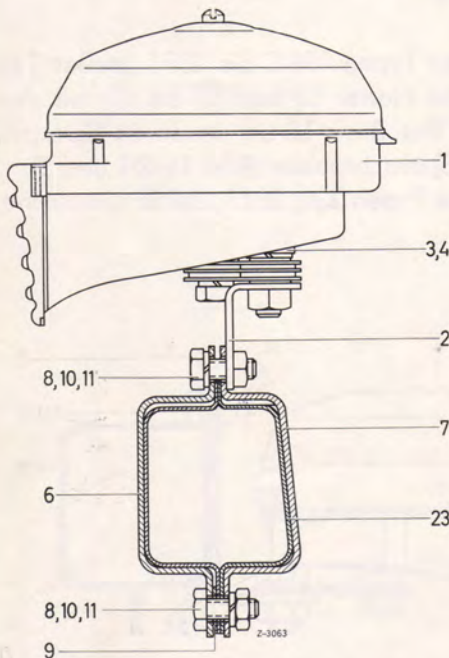

Bild 54-2/3
Beim Typ 220SEB und 250SE Coupé und Cabriolet die Halter (6) und (7) zusammen mit dem Halter (2) links am vorderen Querträger (23) mit den Teilen Pos. 8 bis 11 befestigen (Bild 54-2/3). Sofern eine Klimaanlage bzw. Kühlerjalousie eingebaut, ist nur ein Außenanbau der Fanfaren möglich. Beim Typ 300SE Coupé und Cabriolet jeweils die beiden inneren Sechskantschrauben, die zur Befestigung der Stoßfängeroberteile am Stoßfänger dienen, heraus-schrauben. Anschließend die Halter (2) mit den Sechskantschrauben (8) und Scheiben (9), zusammen mit dem linken und rechten Stoßfängeroberteil (25) am Stoßfänger (24) anschrauben (Bild 54-2/4).